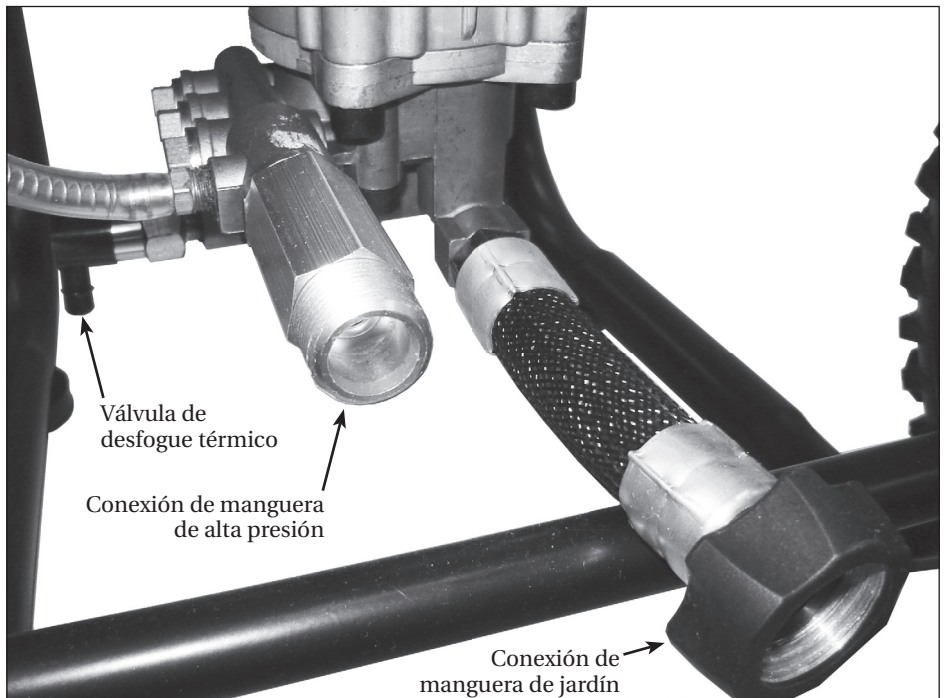

Figura 9 - Conexión de la bomba
2. Asegure la manguera de jardín (no se incluye) a la conexión de la manguera de jardín de la bomba (Ver Figura 9).